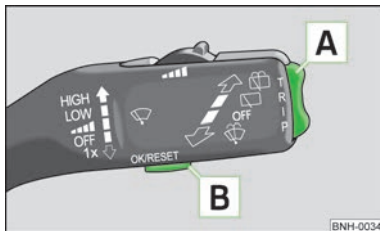

Abb. 6
- Das **Main menu (Hauptmenü)** wird durch langes Drücken der Wipptaste **A** » Abb. 6 aktiviert.
- Wenn im Informationsdisplay Warnmeldungen angezeigt sind, müssen diese Meldungen mit der Taste  » Abb. 6 auf Seite 15 bestätigt werden, um das Hauptmenü aufzurufen.